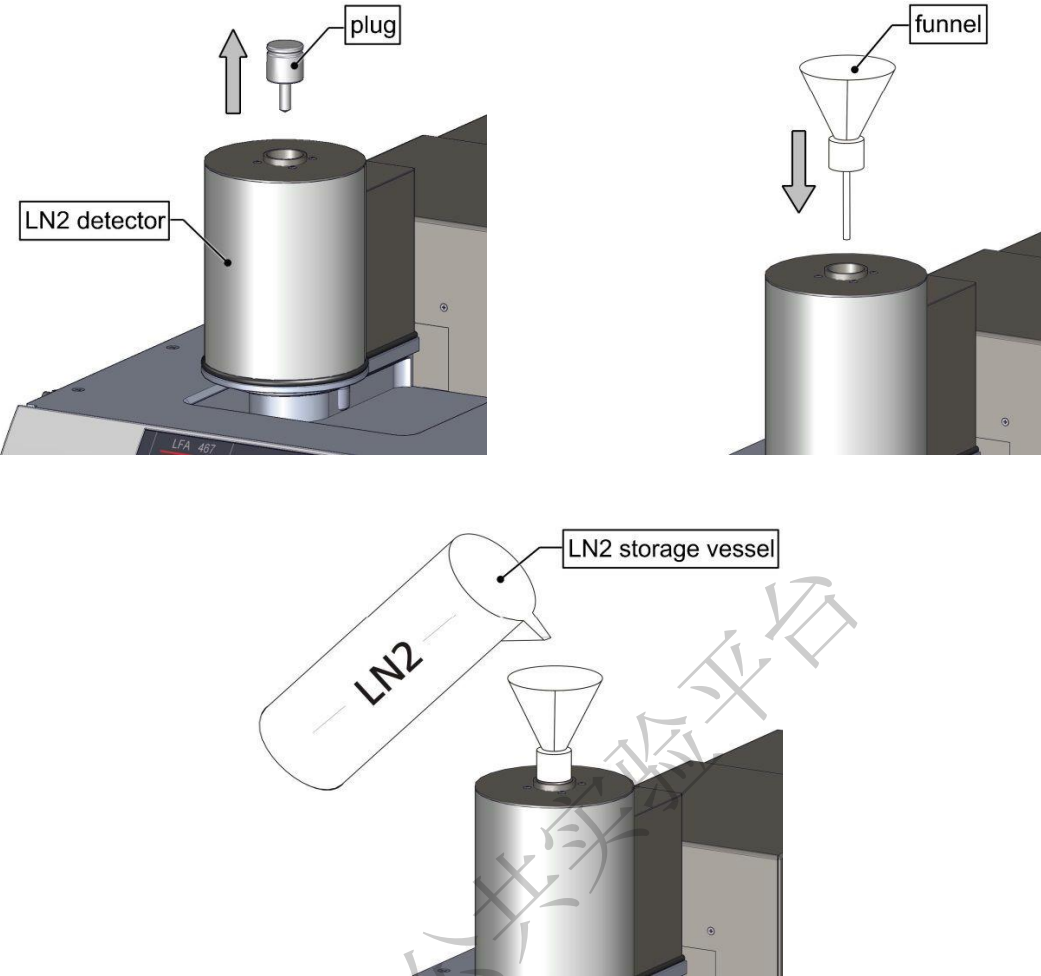

图 6-3
(1) 为红外检测器填充液氮 (红外检测器需在负温工作), 图 6-3 所示。
- ① 取下塞在红外检测器小孔上的塞子。
- ② 将配套的塑料漏斗插在小孔中, 排气孔不要朝向人站立的方向。
- ③ 缓慢多次灌入约500ml 液氮, 如液氮气化较剧烈, 等待气体逸出后再灌入。加入直至液氮溢出, 随后盖上塞子。